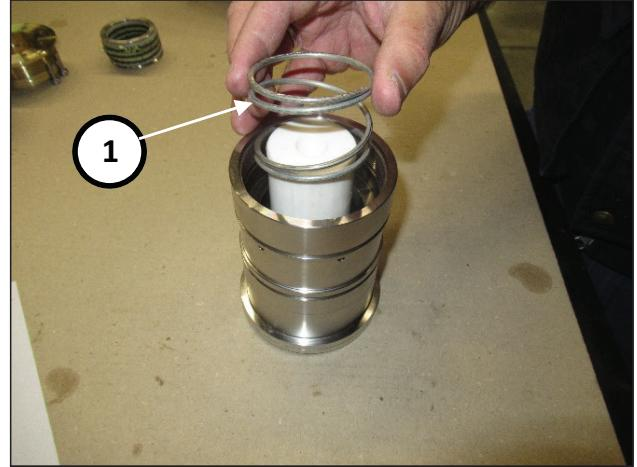

Abb. 176
Setzen Sie die Feder in die Buchse ein (Pos. ①, Abb. 176)